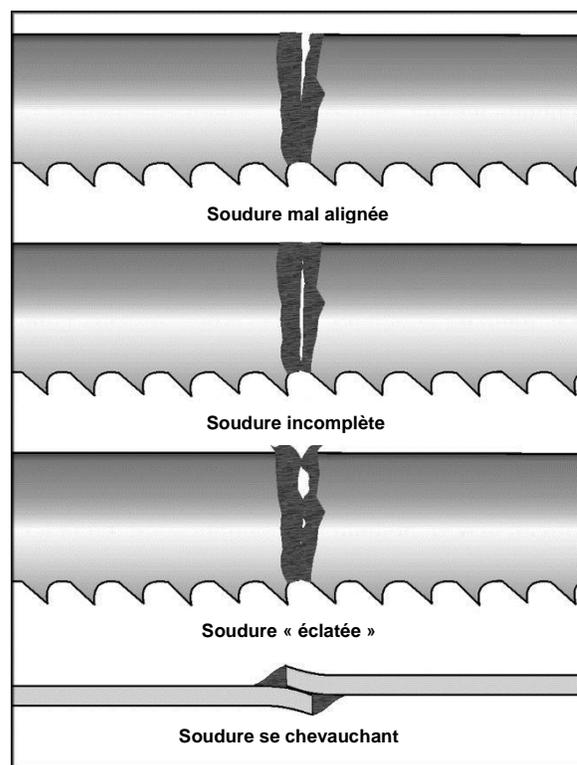

Figure 16
10. Retirer la lame des mâchoires et la contrôler minutieusement. L'espacement des dents doit être uniforme et la soudure doit se situer au centre du fond de dent. Un défaut d'alignement peut être facilement constaté à ce stade par l'aspect de la soudure. Des exemples de soudures incorrectes sont illustrés en Figure 16.